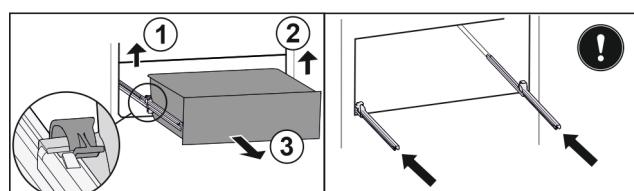

Fig. 96
► Nadvihnite ľavú svorku a súčasne tiahnite zásuvku vľavo dopredu. Fig. 96 (1)
► Nadvihnite pravú svorku a súčasne tiahnite zásuvku vpravo dopredu. Fig. 96 (2)
► Odoberte zásuvku dopredu. Fig. 96 (3)